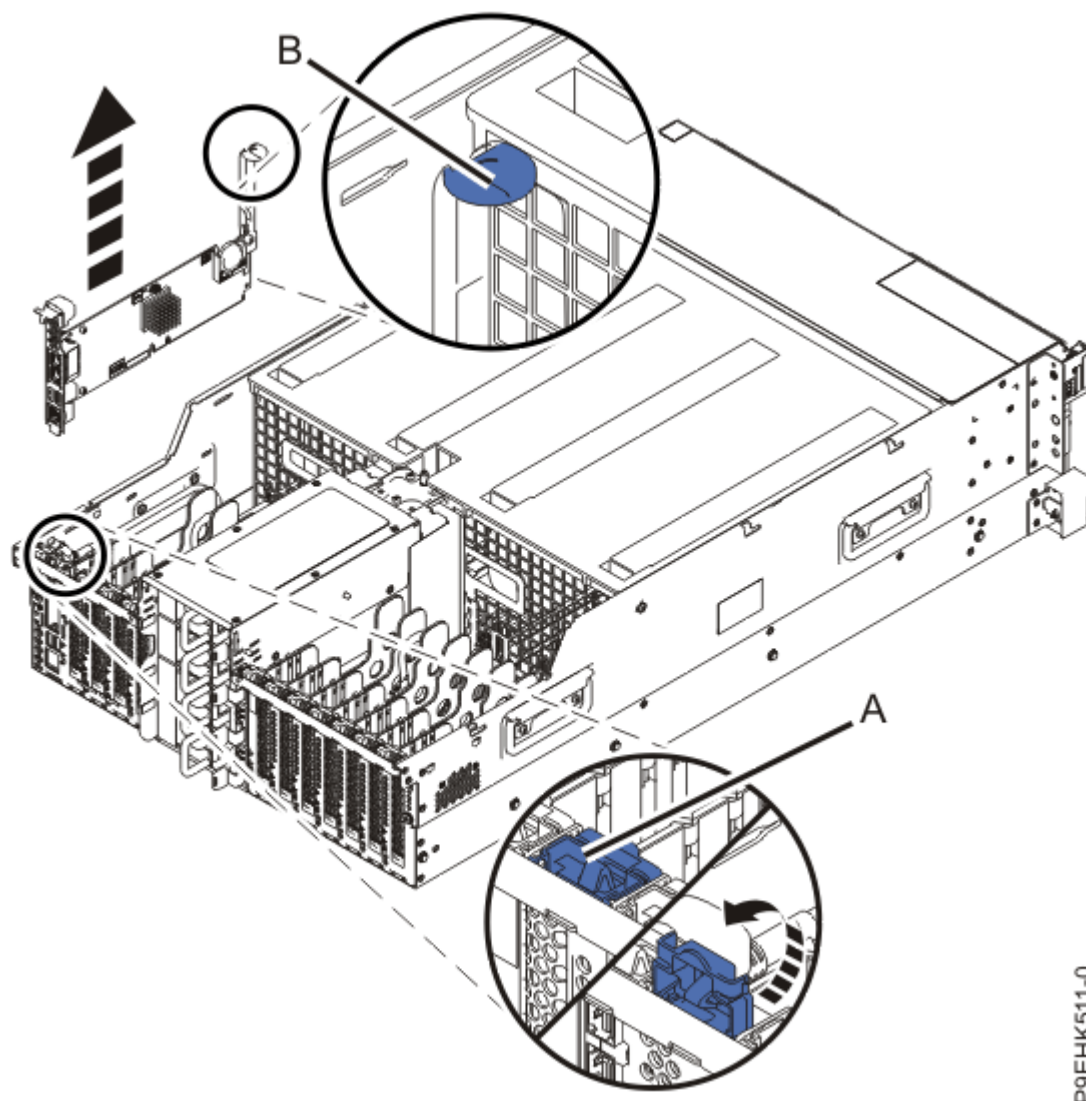

Figura 9. Extracción de la tarjeta del procesador de servicio
- a) En la parte posterior del sistema, suelte la pieza de retención del adaptador PCI (**A**) de la tarjeta del procesador de servicio, tal como se muestra en la Figura 9 en la página 12.
- b) Tire de la tarjeta del procesador de servicio hacia arriba sacándola de la ranura sosteniendo las dos piezas de sujeción del receptáculo de la tarjeta (**B**) en la parte frontal y posterior de la tarjeta, tal como se muestra en la Figura 9 en la página 12.